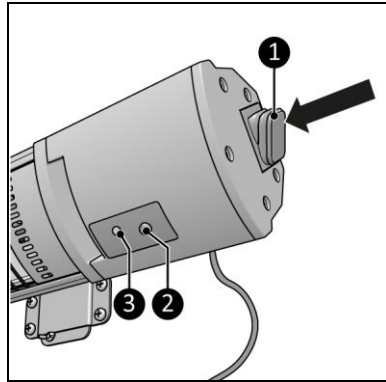

Abbildung 14
1. Drücken Sie den EIN/AUS-Schalter (Abbildung 14, Pos. 1).
2. Die Lichtanzeige (Abbildung 14, Pos. 3) zeigt ein rotes Licht an.
3. Drücken Sie den Schaltknopf (Abbildung 14, Pos. 2) oder die EIN/AUS-Taste auf der Fernbedienung (Abbildung 5, Pos. 1).
4. Die Lichtanzeige (Abbildung 14, Pos. 3) zeigt ein grünes Licht an, welches die mittlere Einstellung anzeigt.
5. Drücken Sie den Schaltknopf auf dem Bedienfeld (Abbildung 14, Pos. 2) oder die II-Taste auf der Fernbedienung (Abbildung 5, Pos. 2).
6. Beide Lichtanzeigen (Abbildung 14, Pos. 3) zeigen ein grünes Licht an, welches die hohe Einstellung anzeigt.
1. Drücken Sie den Schaltknopf (Abbildung 14, Pos. 1) oder die EIN/AUS-Taste auf der Fernbedienung (Abbildung 5, Pos. 1).